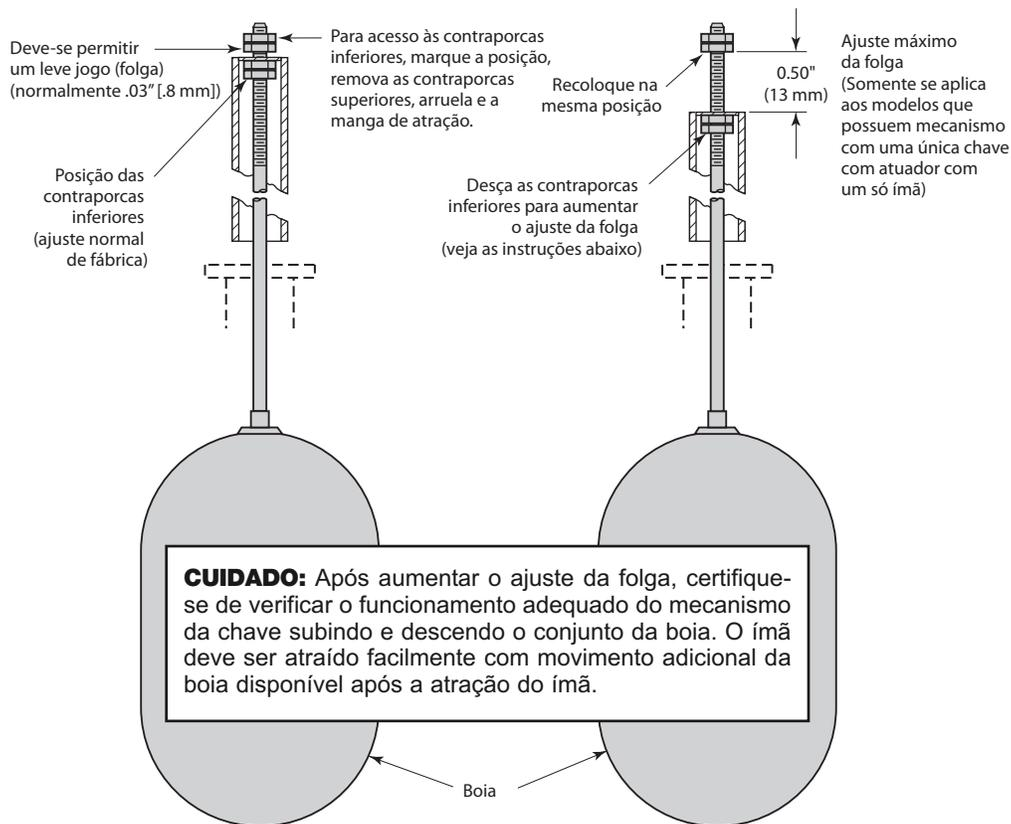

Figura 6
O diferencial, ou o tamanho do curso do nível entre a conexão e desconexão, pode ser ajustado pelo reposicionamento das contraporcas inferiores na haste da boia. O ajuste de fábrica padrão é para um tamanho mínimo de jogo (folga) entre as contraporcas superiores e a manga de atração conforme mostrado na Figura 6.
NOTA: O tamanho do curso do nível entre a conexão e desconexão (diferencial) pode ser ajustado pelo reposicionamento das contraporcas inferiores na haste da boia. O ajuste de fábrica padrão é para um tamanho mínimo de jogo (folga) entre as contraporcas superiores e a manga de atração conforme mostrado na Figura 6. Este ajuste pode ser aumentado até um máximo de 0.50" (13 mm), conforme mostrado na Figura 7.
5. Se o diferencial tiver sido trocado no campo pela reposição das contraporcas inferiores na haste da boia, verifique o aperto e a posição das contraporcas. Veja a Figura 6.